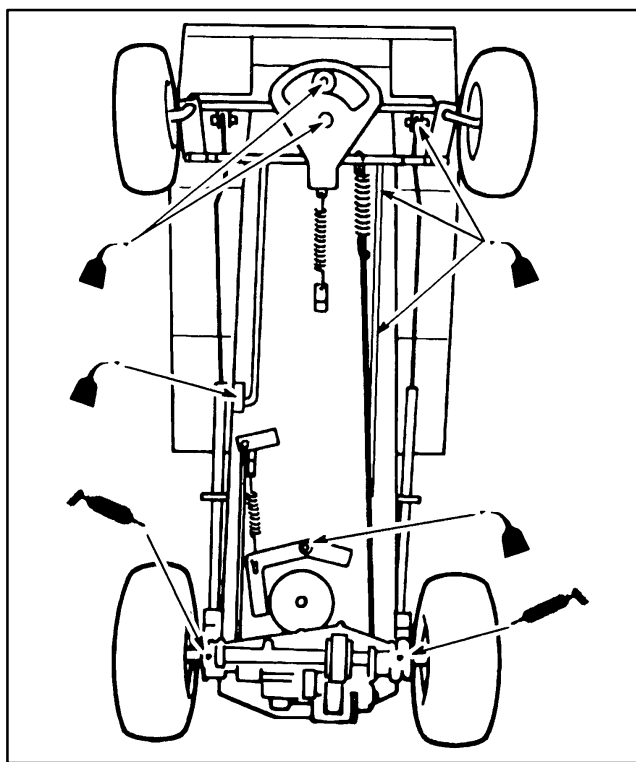
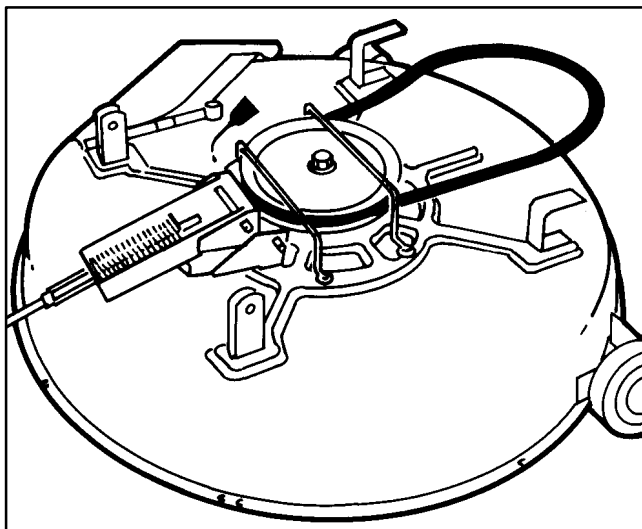

Figure 12
Figure 13
4. Graisser les essieux arrière avec une ou deux giclées de graisse universelle N. 2. Les graisseurs se trouvent juste à l'intérieur des pneus arrière, au bas de la transmission (Fig. 12).
7. Graisser les points de pivotement de la direction, la transmission, les freins, l'embrayage et la tringlerie d'embrayage de l'unité de coupe avec une huile légère (Fig. 12). Graisser également le carter de la tondeuse (Fig. 13). Essuyer tout excès d'huile.